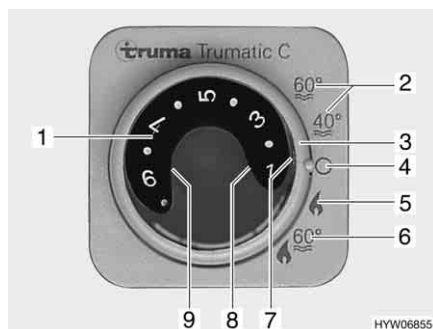

Fig. 112 Centralina di controllo per riscaldamento/boiler
- Impostare la modalità di funzionamento tramite l'interruttore girevole (Fig. 112,3).
A seconda della temperatura ambiente desiderata, il riscaldamento seleziona automaticamente il livello del bruciatore necessario. Al raggiungimento della temperatura ambiente desiderata, il bruciatore si spegne. Durante la modalità di funzionamento "Riscaldamento e boiler" (Fig. 112,6) è riscaldata anche l'acqua nel boiler. Nella modalità di funzionamento "Riscaldamento senza boiler" (Fig. 112,5) è possibile far funzionare il riscaldamento con il boiler vuoto.
- Impostare la manopola della temperatura (Fig. 112,1) sulla centralina di controllo scegliendo la potenza desiderata.
- Posizionare l'interruttore girevole (Fig. 112,3) su funzionamento invernale "Riscaldamento senza boiler" (Fig. 112,5) o "Riscaldamento e boiler" (Fig. 112,6).
Si accende la spia verde di controllo (Fig. 112,7).
- Posizionare l'interruttore girevole (Fig. 112,3) su "O" (Fig. 112,4).